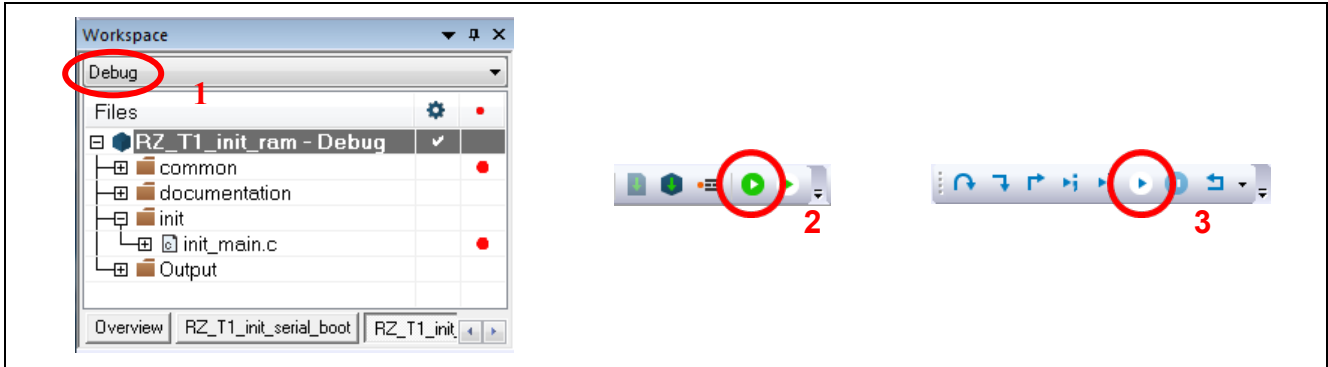

図 3-4 Cortex-R4 コア用のプロジェクトオプションおよび「Download and Debug」ボタン
「RZ_T1_init_ram - Debug」のプログラムをビルドおよびダウンロードする準備ができた後、図 3-4 に示すように、ワークスペース内の「Debug」を選択し (1)、「Download and Debug」ボタンをクリックすることで (2)、「Cortex-R4 コアの動作が実行されることを確認してください。「Run」ボタンをクリックすると (3)、コントローラボードの LED9 が点滅を開始します。